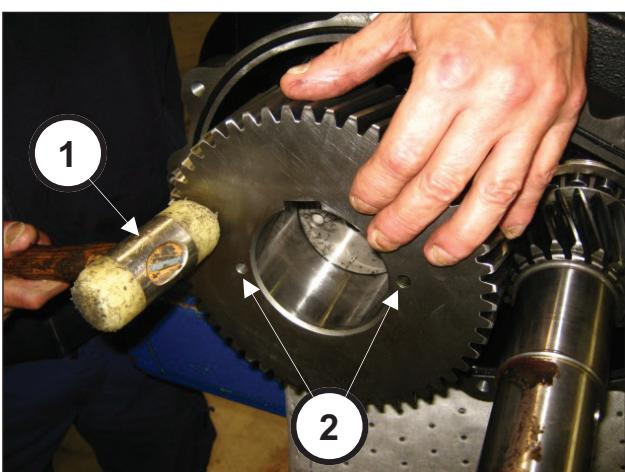

Рис. 67
Установите ведомую шестерню на вал (поз. ①, Рис. 66) и насадите ее до упора с помощью ударной массы (поз. ①, Рис. 67).
Ведомая шестерня должна быть установлена так, чтобы оба отверстия M8 (используемые для съема) были обращены наружу насоса (поз. ②, Рис. 67).